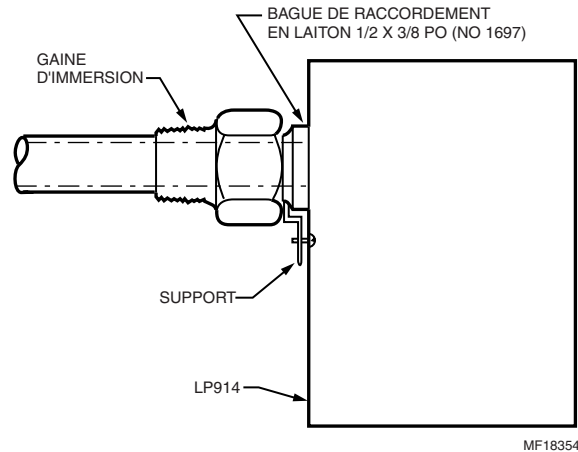

Fig. 6. LP914A monté dans une gaine d'immersion LP902 existante.
4. Monter le LP914A. Voir la Fig. 6
2. Percer les trous pour les vis à tôle n° 10. Voir la Fig. 6.